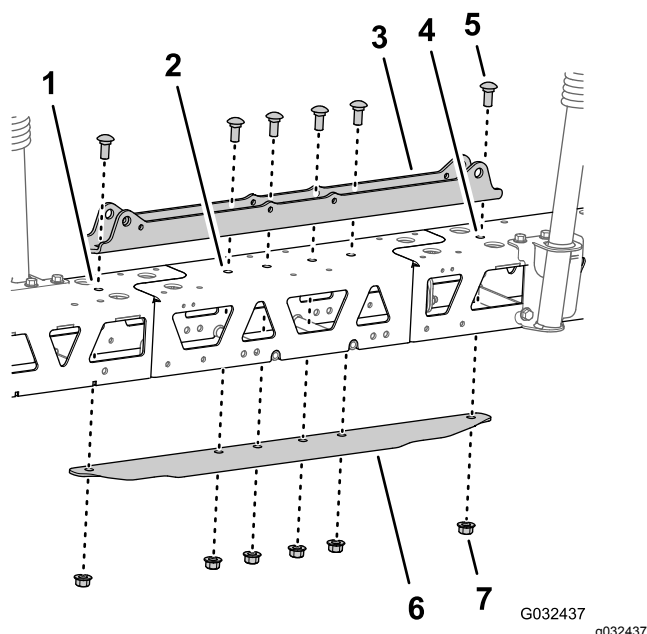

Figura 55
- Alinhe os orifícios da montagem do cilindro com os orifícios na linha central da estrutura da armação e da extensão da rampa central (**Figura 55**).
6. Insira a placa de ancoragem na estrutura da armação e na extensão da rampa central e alinhe o orifício da placa com os orifícios na linha central das armações e da extensão da rampa (Figura 55).
7. Monte a montagem do cilindro, as armações, a extensão da rampa central e a placa de ancoragem com os 2 parafusos de carroçaria (½ pol. x 1¼ pol.) e as 2 porcas de bloqueio flangeadas (½ pol.) que retirou no passo 2 de Separação das armações da secção de pulverização central \(página 29\) e com os quatro parafusos de carroçaria (½ pol. x 1¼ pol.) e as quatro porcas de bloqueio flangeadas (½ pol.) do kit de acabamento de sistema de pulverização GeoLink (Figura 55).